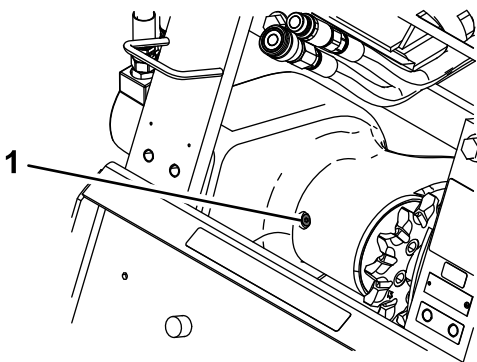

图 14
4. 清洁轴承箱上注油孔塞周围的区域图 14。
5. 从注油孔上取下孔塞图 14。
3. 清洁轴承箱上注油孔塞周围的区域图 14。
4. 从注油孔上取下孔塞图 14。